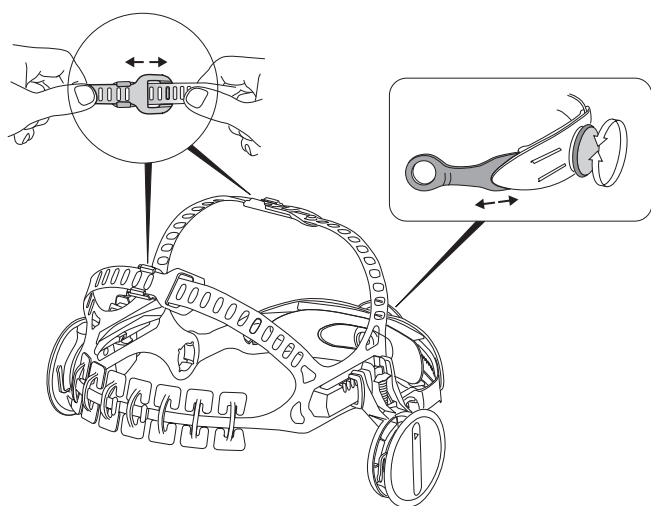
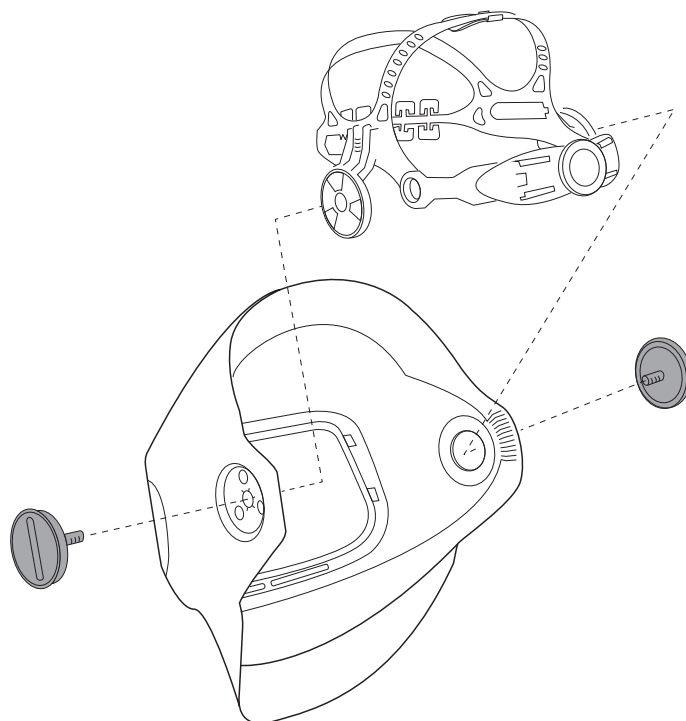

Fig. 3a
Fig. 3b
- Tourner le bouton à cliquet situé à l'arrière de la coiffe dans le sens des aiguilles d'une montre jusqu'à ce qu'elle soit serrée, mais confortable (Fig. 3a). Tourner dans le sens contraire des aiguilles d'une montre pour desserrer, au besoin. La coiffe convient à des tours de tête de 50 à 64 cm (tailles américaines : 6 3/8 à 8). Ajuster les parties supérieures de la coiffe pour obtenir un meilleur confort (Fig. 3a). Pour faciliter l'ajustement initial de votre coiffe (et aussi pour son remplacement), il est possible de retirer les parties supérieures du masque de soudeur (Fig. 3b).